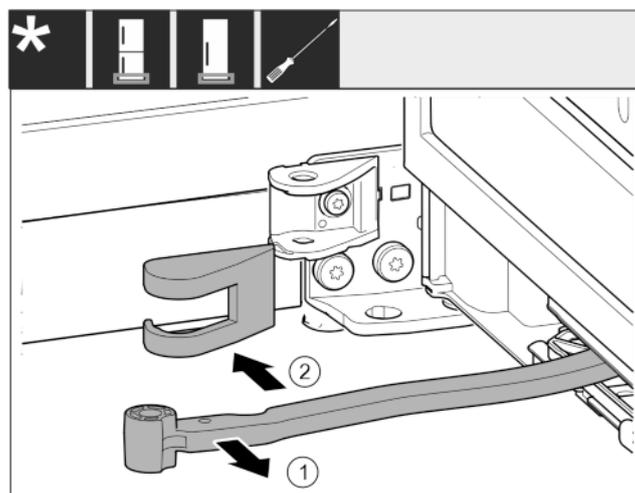

Fig. 13
- ▶ Tourner l'articulation en direction de la porte. Fig. 13 (1)
- ▶ Retirer le cache du support de palier. *Fig. 13 (2)*